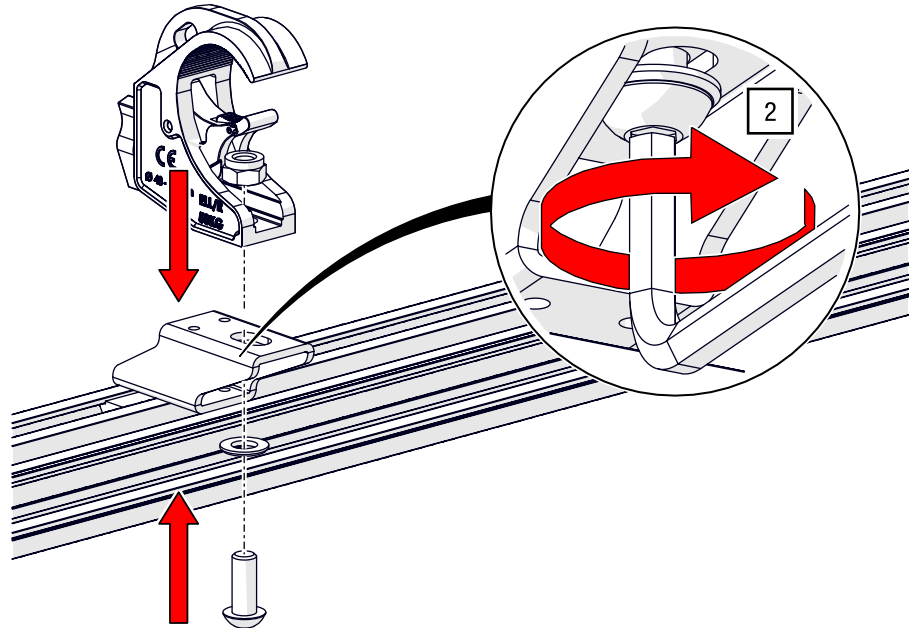

Abb. 52: Abhängung montieren – Montage mit Nutenstein
2. Befestigen Sie die G-CLAMP an der Abhängung mit einem ISK SW 8 und 93 Nm (siehe Abb. 52).